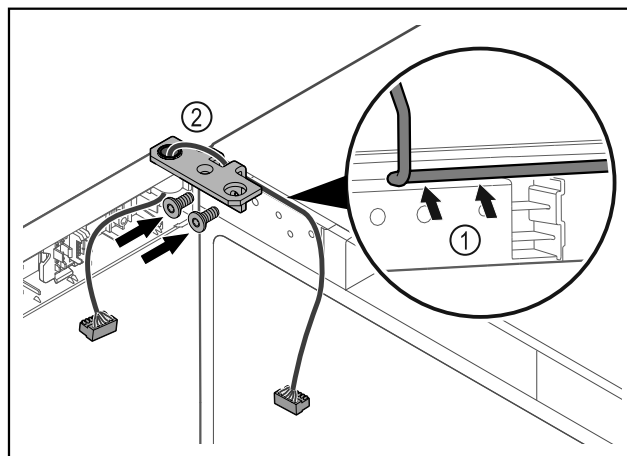

Fig. 40
- Kabel door de uitsparing van de scharnierhoek leiden en voorzichtig monteren Fig. 40 (1).
- Scharnierhoek Fig. 40 (2) vastschroeven.